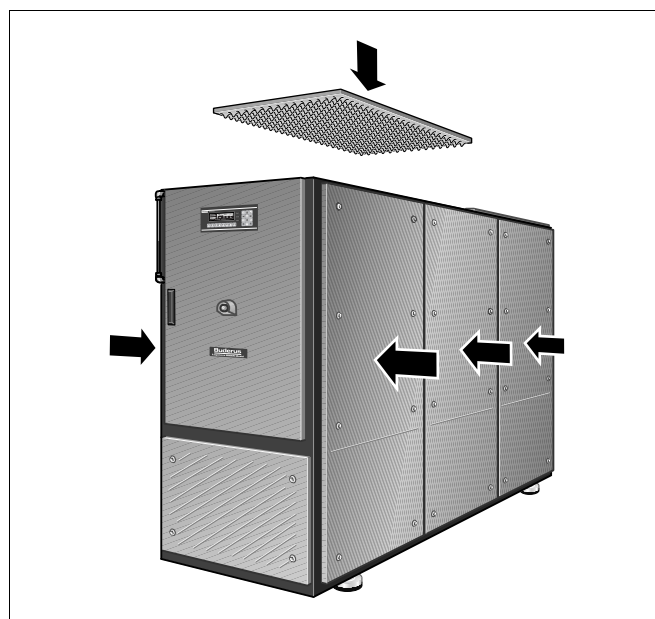

Рис. 20 Установка элементов шумопоглощающего кожуха
- Элементы шумопоглощающего кожуха, поставленные в разрозненном виде, и демонтированные части покрытия (рис. 20) снова закрепить на раме основания (защелки под ключ с квадратной головкой).